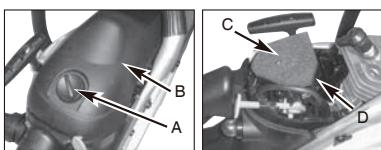

Fig. 15A
1. Retire el pomo (A) que sujetla la cubierta del filtro de aire en su lugar y retire la cubierta superior (B) aflojando los tornillos que sujetan la cubierta. La cubierta se levantará. (Fig. 15A)